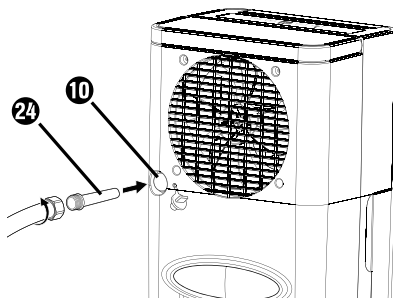

Fig. 5
- ♦ Skru nu en haveslange på EU-haveslangeadapteren **24** ved anvendelse af EU-haveslangeadapteren **24** (se fig. 5).